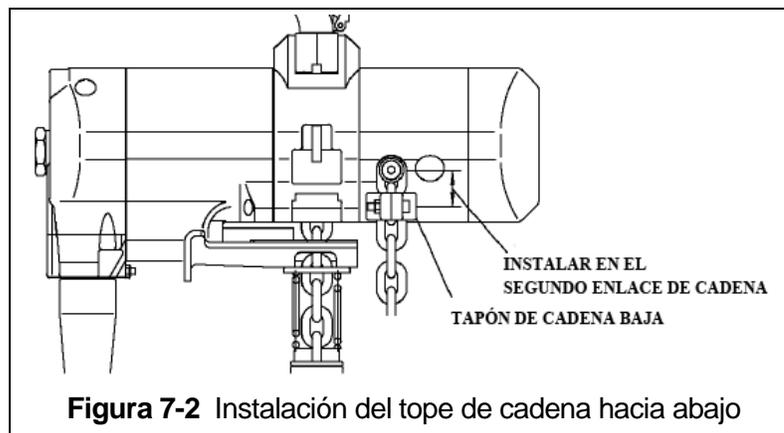
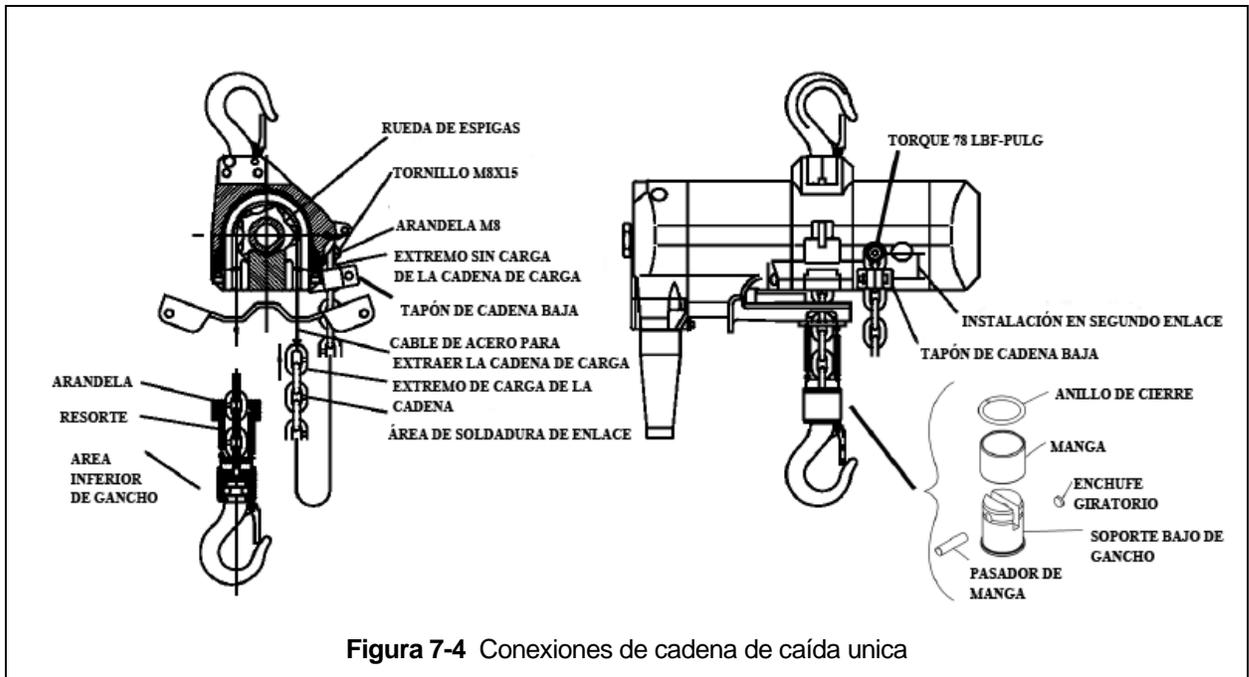
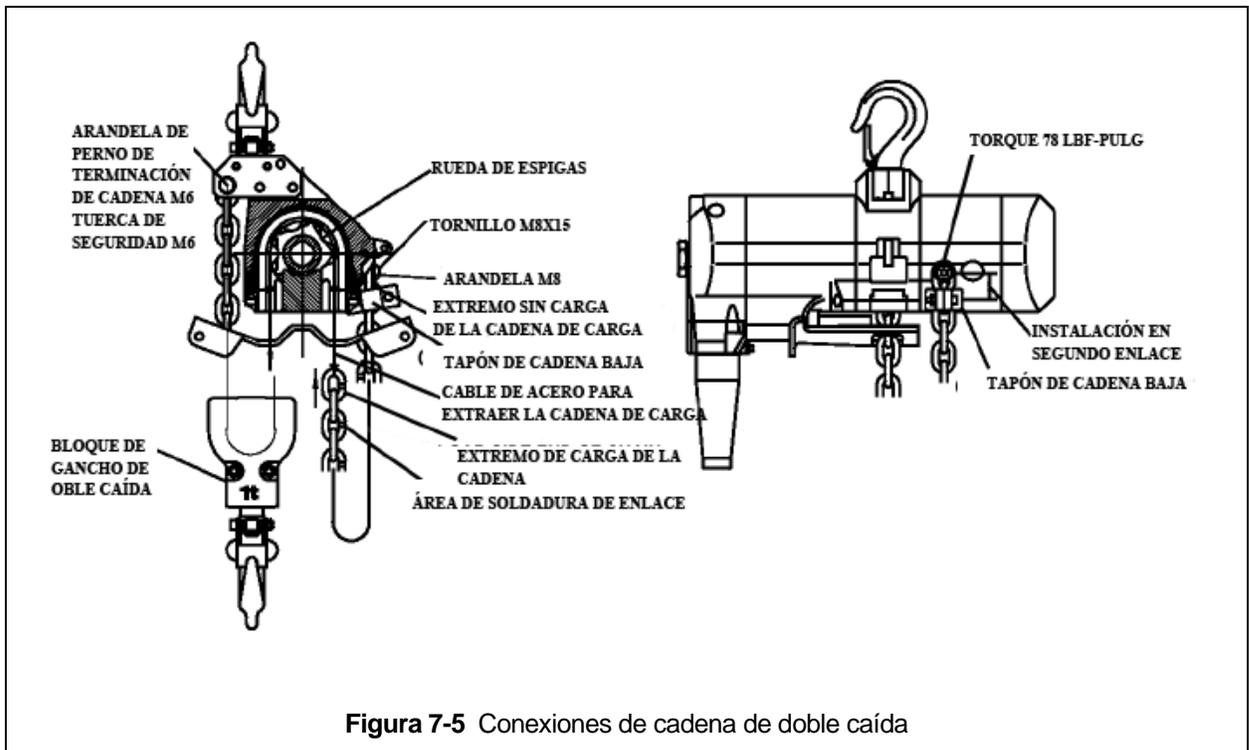

Figura 7-2 Instalación del tope de cadena hacia abajo
Figura 7-4 Conexiones de cadena de caída única
Figura 7-5 Conexiones de cadena de doble caída
- 7) Asegúrese de que la cadena permanezca libre de torceduras y fije el extremo sin carga de la cadena al cuerpo del polipasto con la arandela plana y el tornillo de cabeza de botón. Vuelva a instalar el juego completo del gancho inferior. Apriete el tornillo de cabeza de botón a 78 lbf-in. Consulte la figura 7-4 y la figura 7-5. Instale el tope de cadena en el segundo eslabón desde el extremo sin carga. Consulte la figura 7-2, a continuación.